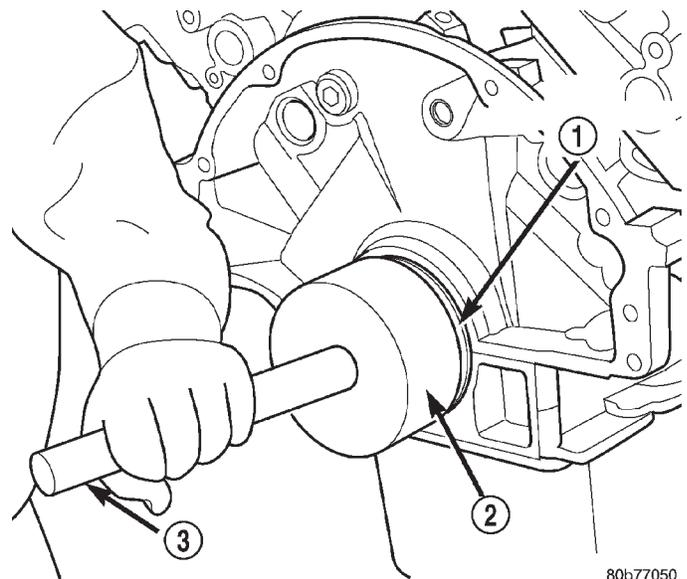

Abb. 125 Einbau des hinteren Kurbelwellendichtrings
(2) Mit Spezialwerkzeugen 8349 (Einbauwerkzeug/Hinterer Wellendichtring) und C-4171 (Griff) (Abb. 125) den Dichtring eintreiben. Mit einem Hammer auf den Griff schlagen und das Einbauwerkzeug so weit eintreiben, bis der Wellendichtring in der Kurbelwellenbohrung des Motorblocks zum Anschlag kommt.
(3) Mitnehmerscheibe einbauen.
(4) Getriebe, falls zuvor ausgebaut, wieder einbauen.